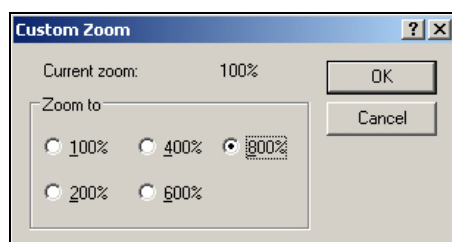

Figure 5-44: Personnaliser Zoomer
- 2 Allez à *Visualiser > Zoomer > Personnaliser*. La boîte de dialogue *Personnaliser Zommer* (consulter Figure 5-44 à la page 5-59)